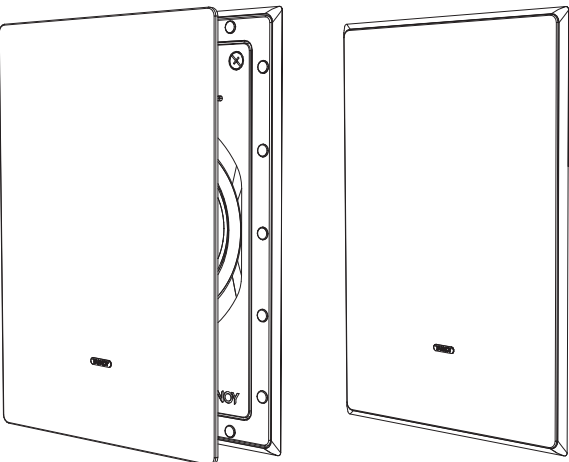

Fig. 15. Installing the Grille
1. Druk het rooster in het frame, waar het op zijn plaats wordt gehouden door magneten (Fig. 15).